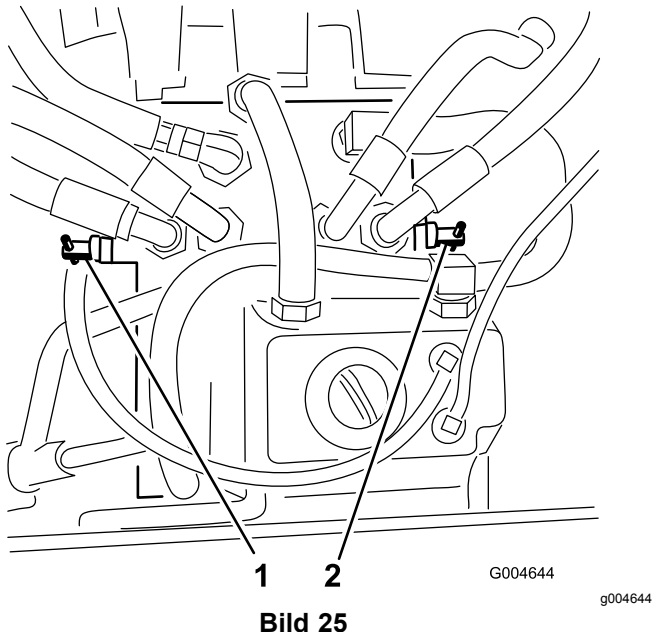

Bild 25
2. Ermitteln Sie die Sicherheitsventile (Bild 25) und drehen jedes Sicherheitsventil eine Umdrehung nach links.
4. Drehen Sie jedes Sicherheitsventil um eine Umdrehung nach rechts (Bild 25), um sie zu schließen.